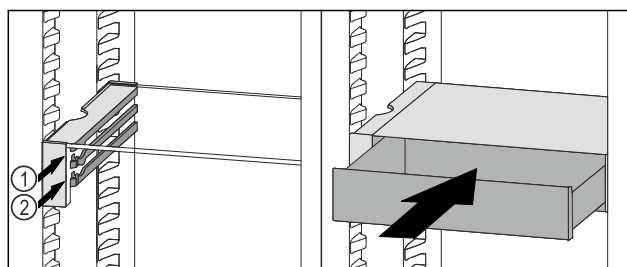

Fig. 185
- Posizionare il cassetto VarioSafe dietro i tappi sulla nervatura desiderata Fig. 185 (1) o Fig. 185 (2).